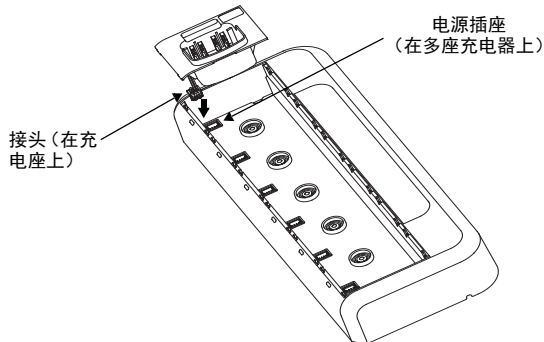

图 3: 将充电座固定至多座充电器
1. 将接头插入多座充电器上的电源插座以连接线束（请参阅图 3）。